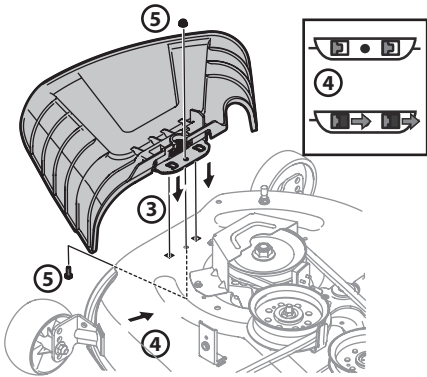

Figure 2-14
3. Lorsque vous placez le déflecteur d'éjection sur le plateau de coupe, insérez les pattes du déflecteur d'éjection dans les trous du plateau de coupe. Voir Figure 2-14.
4. Lorsque les pattes sont insérées dans les trous du plateau de coupe, glissez le déflecteur d'éjection vers l'arrière de l'appareil jusqu'à ce que le trou du boulon sur le déflecteur d'éjection s'aligne avec le trou du plateau de coupe. Voir Figure 2-14.
5. Fixez le déflecteur d'éjection avec l'écrou autobloquant à bride et le boulon hexagonal retirés à l'étape 2. Serrez la quincaillerie à un couple de 102 à 124 pi-lb. Voir Figure 2-14.